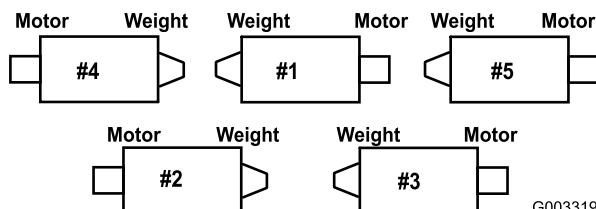

Figura 9
Aumente a marcha das unidades de corte traseiras removendo os (2) espaçadores da articulação, parafusos de cabeça sextavada e porcas flangeadas (Figura 8) da traseira (2 e 3) das estruturas de transporte da unidade de corte (Figura 9).